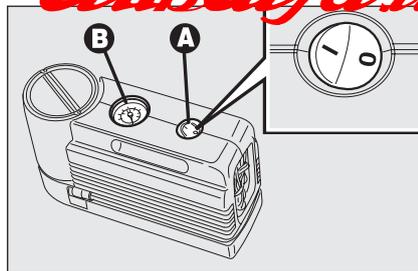
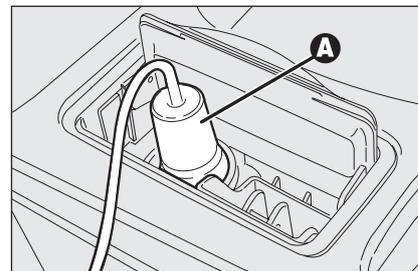

fig. 16
fig. 17
- ❑ assicurarsi che l'interruttore **A-fig. 16** del compressore sia in posizione **0** (spento), avviare il motore, inserire la spina **A-fig. 17** nella presa di corrente/accendisigari sul tunnel e azionare il compressore portando l'interruttore **A-fig. 16** in posizione **I** (acceso);
- ❑ gonfiare il pneumatico alla pressione prescritta nel paragrafo "Ruote" nel capitolo "Dati tecnici". Per ottenere una lettura più precisa si consiglia di verificare il valore della pressione sul manometro **B-fig. 16** con il compressore spento;